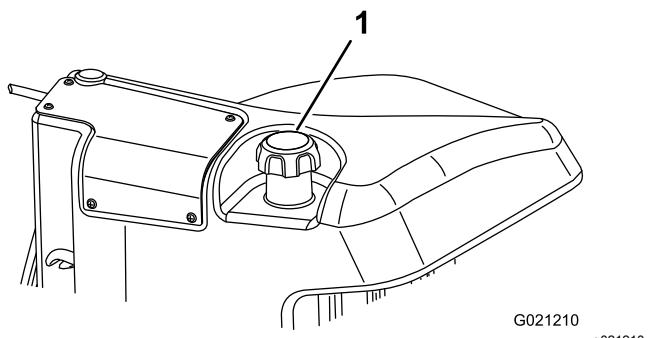

Figura 28
- Togliete il tappo dal serbatoio carburante (Figura 28).